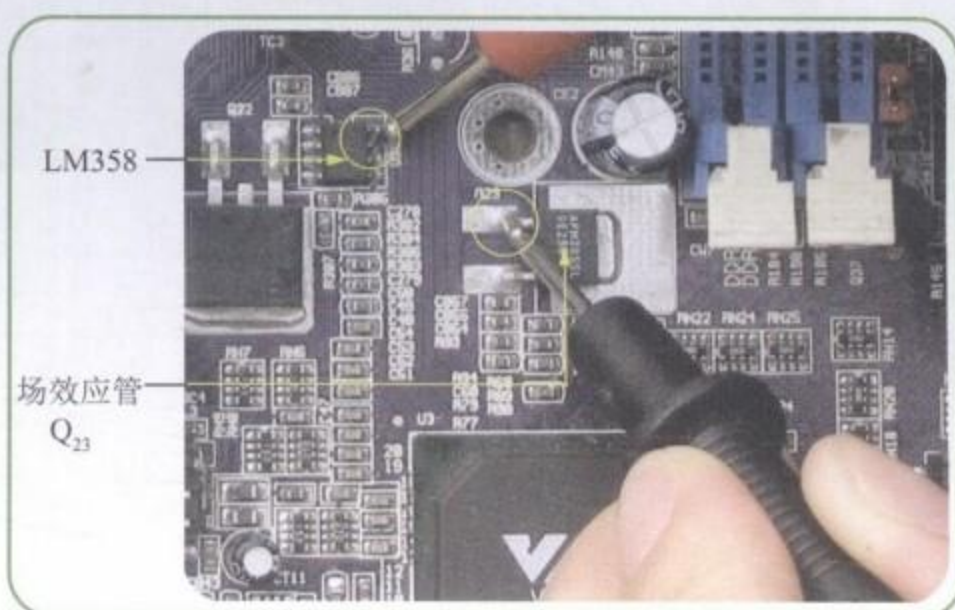

图8-66 测量LM358输出端到场效应管的G极的线路
Step 05 测量LM358输出脚（第7脚）连接到场效应管 Q_{23} G极的线路，如图8-66所示。